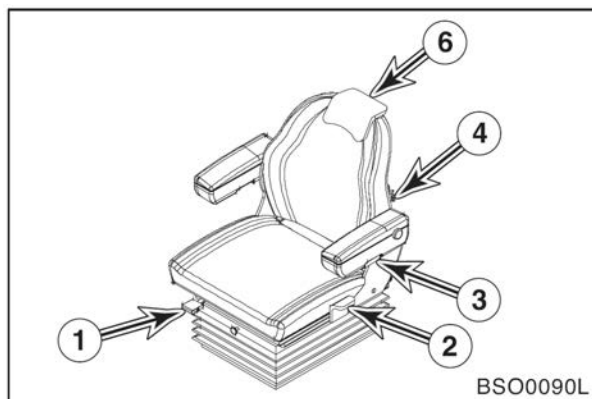

Рис. 101
Держа рычаг (1, рис. 101), поднять его, одновременно перемещая сиденье вперед или назад в нужное положение. Отпустить рычаг, когда нужное положение достигнуто. Диапазон регулирования составляет 152 мм.
Подняв рычаг регулировки наклона спинки (2, рис. 101), наклоните подушку вперед или отклоните назад в нужное положение и отпустите ручку.
Вращение ручки управления опорой для поясницы (4, рис. 101) позволяет увеличить или уменьшить опору для нижнего отдела спины.
Вращение ручки наклона подлокотника (3, рис. 101) позволяет наклонить подлокотник в нужное положение.
6. РЕГУЛИРОВКА ВЕРХНЕЙ ОПОРЫ ДЛЯ СПИНЫ (6, рис. 101)